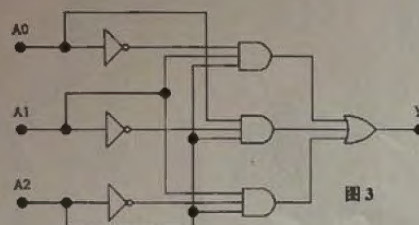

图 3
3. (10 分) 某组合逻辑电路如图 3 所示, 请给出该电路的逻辑表达式、真值表以及电路功能。